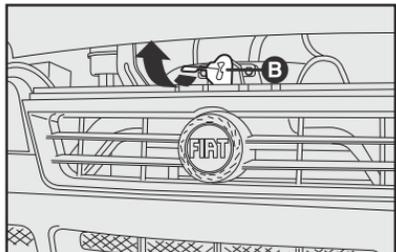

fig. 75
- levantar o capô, empurrando para cima a alavanca **B-fig. 75**.